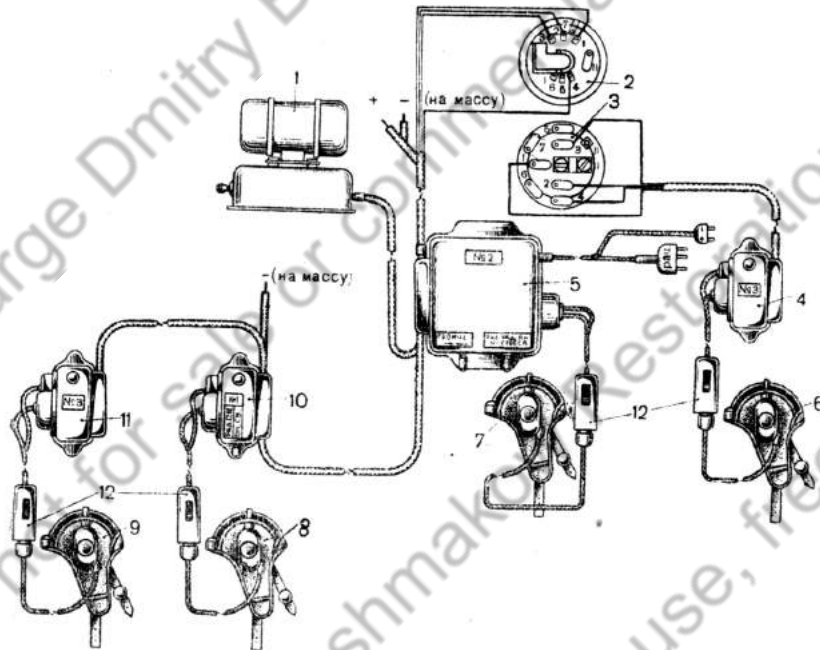

Рис. 255. Монтажная схема подключения аппаратов ТПУ-4-бис-Ф:
- аппарата № 1 (командира башни) 10 (рис. 255);